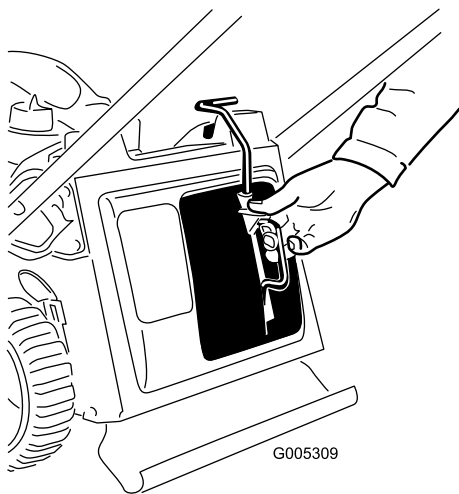

Figura 32
3. Introduzca el tapón de mulching (Figura 32).